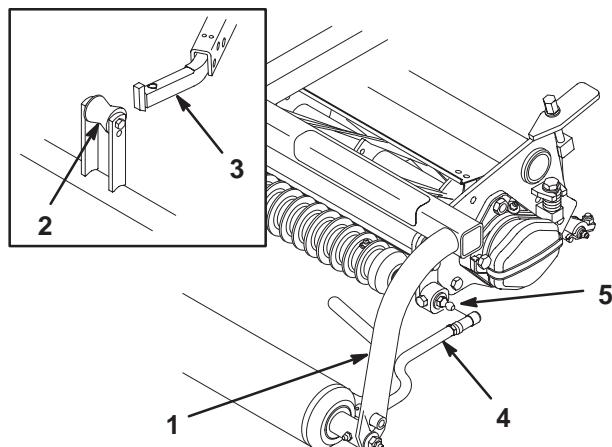

Figure 12
- Placez une rondelle et une rotule à chaque extrémité du rouleau avant sur les plateaux de coupe (Fig. 12).
- Poussez le plateau de coupe sous le bâti de traction en accrochant le galet de relevage au bras de relevage (Fig. 12).
- Repoussez la gaine sur la rotule et tournez le bras de traction vers le bas pour que la boîte s'adapte sur la sphère. Relâchez la gaine pour qu'elle vienne recouvrir le goujon, ce qui solidarise les ensembles (Fig. 12).